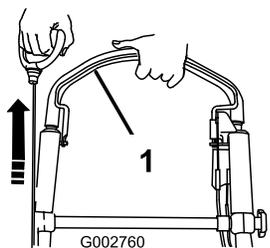

Figura 22
3. Sujete la barra de control de la cuchilla contra el manillar (Figura 22).
4. Arranque el motor con el arrancador (Figura 22).